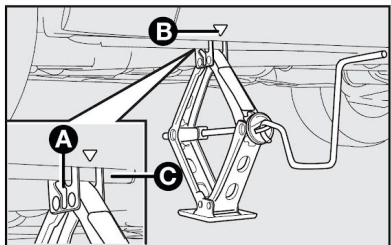

fig. 6
- Colocar o macaco onde está marcado o símbolo ▼ **B-fig. 6** ou **7** perto da roda a substituir, e certificar-se de que a ranhura **A** do macaco esteja bem encaixada na longarina **C**.